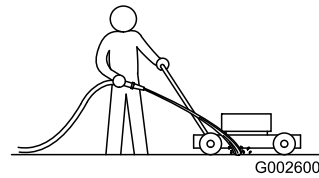

Figure 46
1. Mettez le moteur en marche après avoir amené la machine sur une surface revêtue plane et dirigez un jet d'eau devant la roue arrière droite (Figure 46).